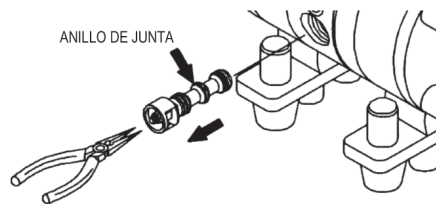

Fig. 7.2.
- (Fig. 7.2) Extraiga el conjunto de la válvula de carrete y quite el anillo de junta del conjunto de la válvula de carrete.